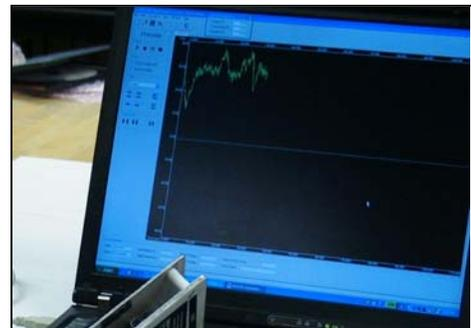

図 49: オフセット電圧のレコーディング
- b. CPMとコンピュータの画面上に実際のオフセット電圧が表示されていることを確認して下さい。(図49)